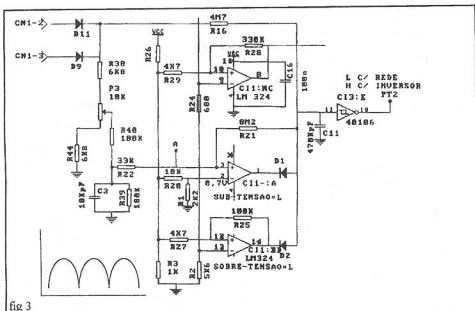

fig 3
4.3 SENSOR DE SUB/SOBRE-TENSÃO (fig 3)